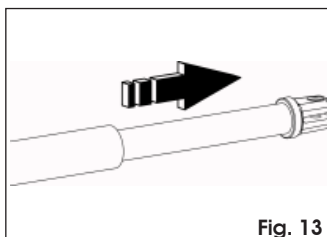

Fig. 13
- Estrarre completamente il tubo sino al suo arresto (Fig. 13).